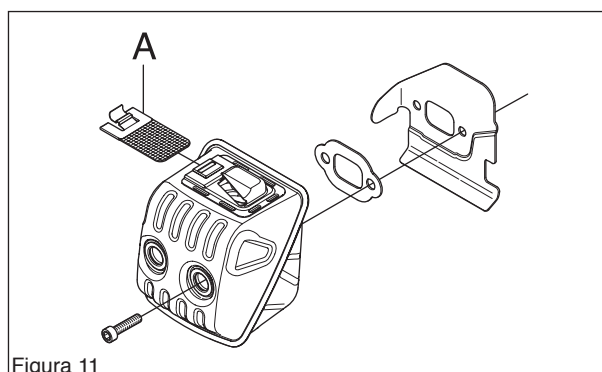

Figura 11
Si la motosierra está equipada con parachispas (A), desmontarlo. Si es necesario, utilice una llave de combinación para presionar el borde de la placa y retirar el engranaje amortiguador de chispas. (Ver la figura 11.)